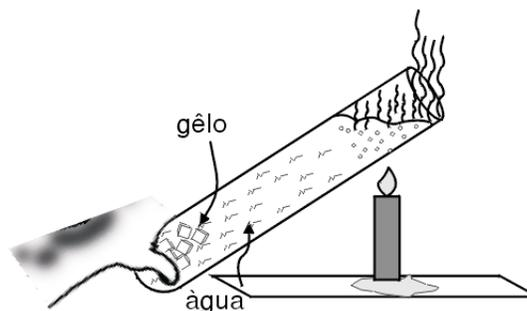

Figura 4.14: Fervendo água com gelo
8. (UFMG) A figura 4.14 mostra um tubo de ensaio contendo água e um cubo de gelo mantido fixo ao fundo de sua extremidade fechada. Quando aquecemos a extremidade aberta do tubo com uma chama, a porção superior da água começa a ferver sem que o gelo do fundo se derreta. Várias afirmativas são feitas em relação à situação apresentada. Quais delas são corretas?